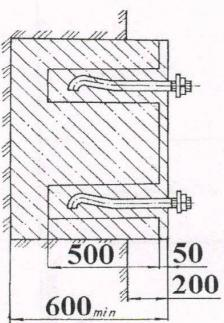

Рис. 2 Схема установки машины на фундамент
5.3.2 Установите машину на фундаменте. (рис. 2, 3) или бетонной подушке.